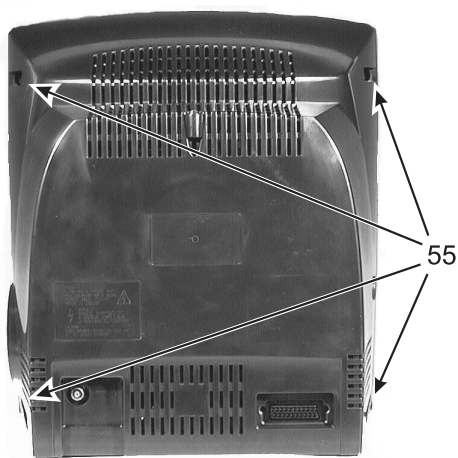

Figura 4-2
1. Rimuovere la parete posteriore dopo aver tolto le 4 viti 55 (vedi figura 4-2).